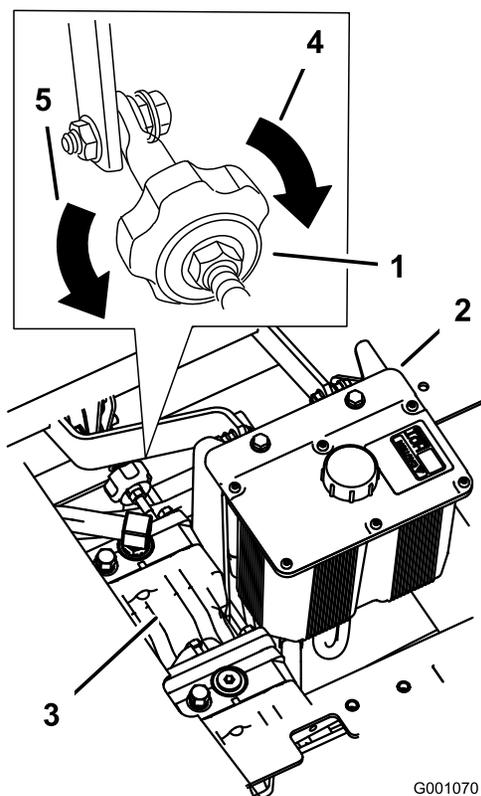

Figura 78
2. Ajuste o comprimento da barra da bomba rodando o manípulo, na direcção adequada, até que a roda fique parada ou a rodar ligeiramente para trás (Figura 78).